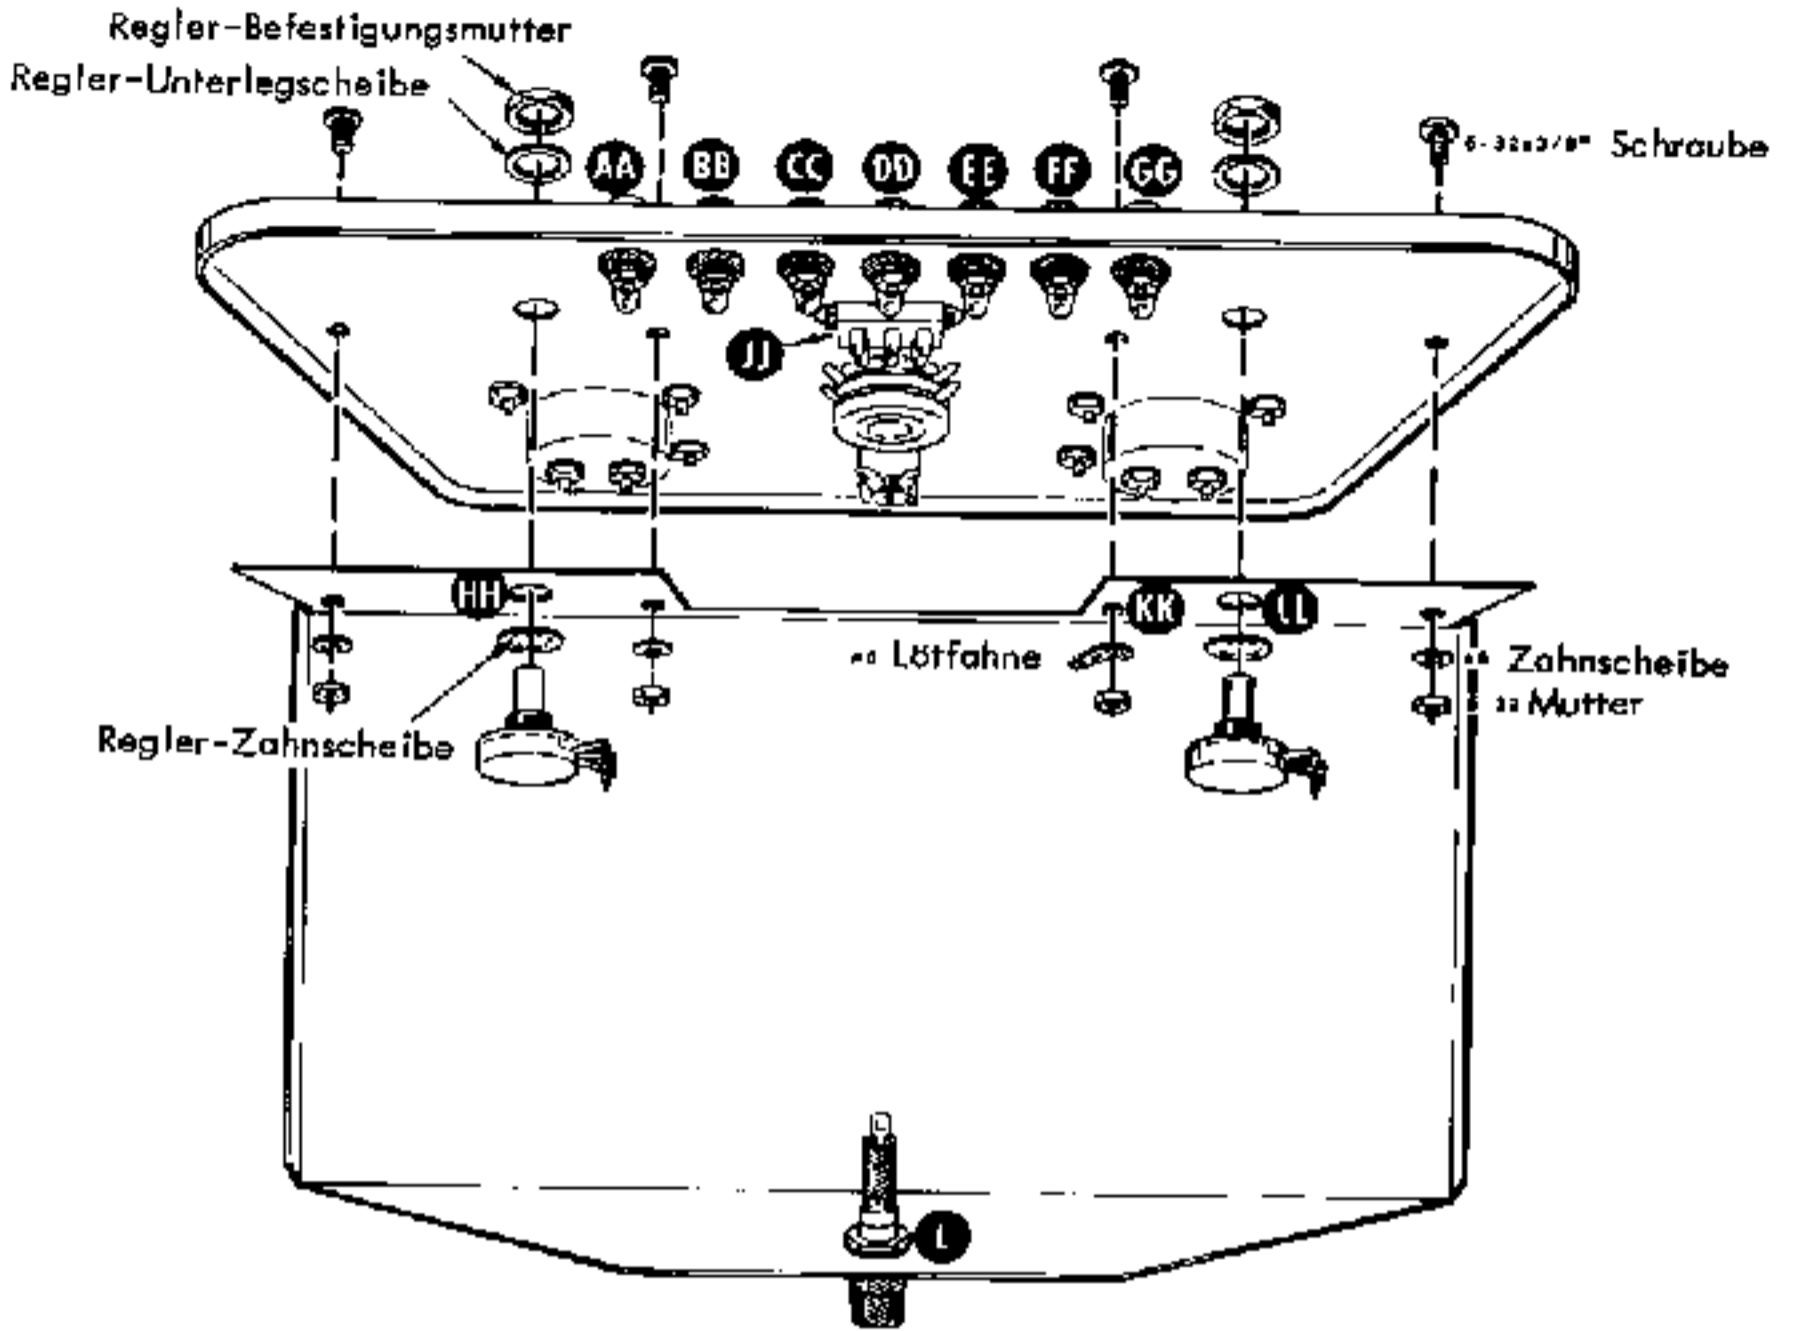
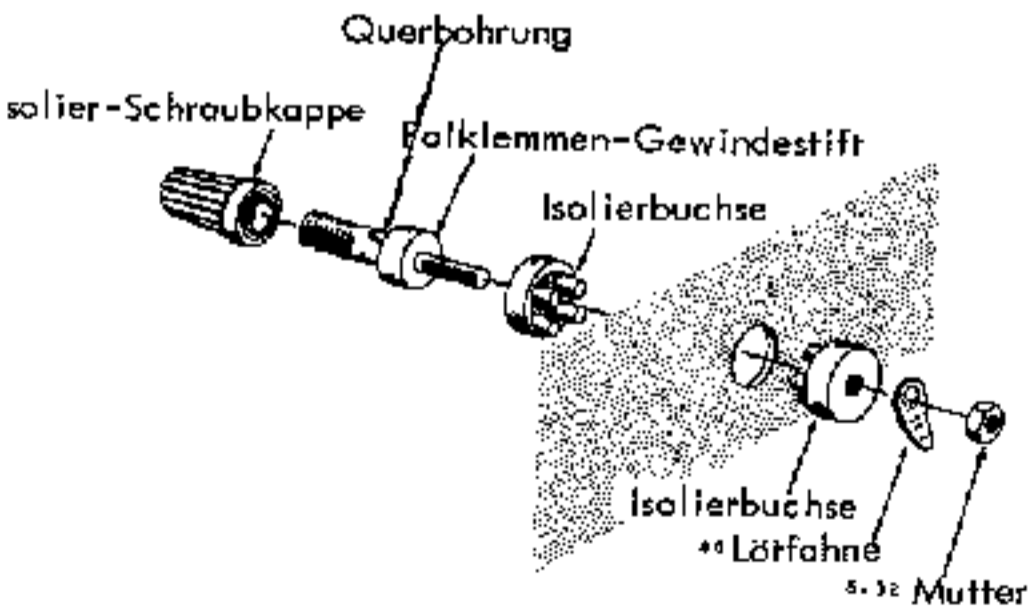
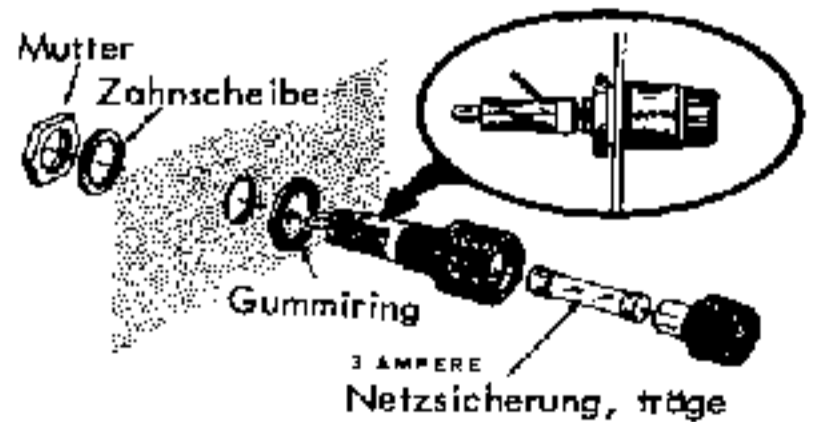

BILD 3
ABBILDUNG 3A
ABBILDUNG 3B
Die nachfolgenden Schritte beziehen sich auf Bild 3.
- () Bringen Sie die Frontplatte mit Hilfe von vier Schrauben 6-32x3/8", Zahnscheiben Nr. 6 und Muttern 6-32 - wie in Bild 3 gezeigt - am Chassis an. Führen Sie die Schrauben von der Frontplatten-Vorderseite her durch die dafür vorgesehenen Montagebohrungen. Verwenden Sie bei KK anstelle der Zahnscheibe eine Lötfläche Nr. 6, die unter die Befestigungsmutter zu legen ist. Ziehen Sie die vier Befestigungsschrauben vorerst noch nicht fest an.
- () Bringen Sie das 50 k Ω -Potentiometer (Nr. 10-89) bei HH an der Frontplatte an. Verwenden Sie zur Montage eine Regler-Zahnscheibe, eine Regler-Unterlegscheibe und eine Regler-Befestigungsmutter. Achten Sie auf die aus Bild 3 ersichtliche Lage der Lötflächen dieses Reglers.
- () Bringen Sie das 500 k Ω -Potentiometer (Nr. 10-26) in der gleichen Weise bei LL an der Frontplatte an. Achten Sie auch hier wieder auf die aus Bild 3 ersichtliche Lage der Lötflächen.
- () Bringen Sie entsprechend Abb. 3A die Polklemmen-Gewindestifte bei AA, BB, CC, DD, EE, FF und GG an der Frontplatte an. Benutzen Sie zum Einbau eines Gewindestiftes je zwei Isolierbuchsen, von denen die eine von der Aussenseite, die andere von der Innenseite der Frontplatte her mit gegeneinander versetzten Verriegelungstiften in die betreffenden Bohrungen der Frontplatte eingesetzt werden. Befestigen Sie die Gewindestifte schliesslich mit Muttern 6-32, unter die je eine Lötfläche Nr. 6 zu legen ist. Richten Sie die Lötflächen wie in Bild 3 gezeigt aus, und drehen Sie die Gewindestifte vor dem endgültigen Festziehen der Muttern so, dass deren Querbohrungen senkrecht stehen.
- () Bringen Sie den Einbau-Sicherungshalter entsprechend Abb. 3A bei L an der Chassis-Rückwand an. Verwenden Sie dazu die dem Sicherungshalter beiliegende Befestigungsmutter, die Zahnscheibe und den Gummiring, der zwischen Sicherungshalter und Chassis-Blech liegen muss. Biegen Sie die seitliche Lötflanke des Sicherungshalters nach dessen Einbau etwas nach oben, wie aus der Ausschnittzeichnung in Abbildung 3B ersichtlich.